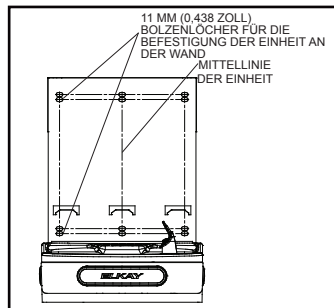

Abbildung 2
- Montieren Sie die Wandmontageplatte mit sechs (6) 11 mm (0,438 Zoll) ovalen Befestigungslöchern (Befestigungsbolzen nicht im Lieferumfang enthalten) (Siehe Abb. 2). Verwenden Sie die für Ihre Wandart geeigneten Befestigungsmittel.